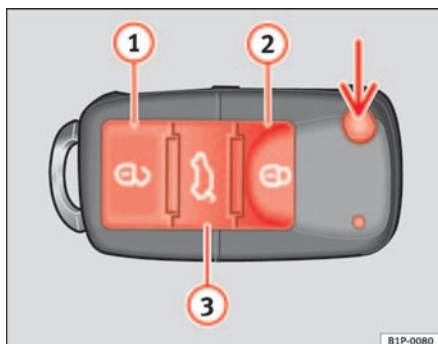

Abb. 63 Tastenbelegung
Mit der Taste \Rightarrow Abb. 63 (Pfeil) der Fernbedienung wird der Schlüsselbart ausgeklappt.
Fahrzeug entriegeln \Rightarrow Abb. 63 ①. Die Türen und die Heckklappe werden entriegelt.
Fahrzeug verriegeln \Rightarrow Abb. 63 ②.
Heckklappe entriegeln. Drücken Sie die Taste \Rightarrow Abb. 63 ③, bis alle Blinkleuchten am Fahrzeug kurz aufleuchten. Nach Drücken der Entriegelungstaste \Rightarrow Abb. 63 ③ können Sie die Heckklappe innerhalb von 2 Minuten öffnen. Nach Ablauf dieser Zeit wird die Heckklappe wieder verriegelt.
Zudem blinkt die Batterie-Kontrollleuchte des Schlüssels \Rightarrow Abb. 63 auf.
Bei einmaligem Drücken der Taste \Rightarrow Abb. 63 ① wird nur die Fahrertür geöffnet. Alle anderen Türen bleiben verriegelt.
- Verriegeln Sie das Fahrzeug mit dem Schlüssel mit Funk-Fernbedienung ⇒ Seite 101, Abb. 63 über das Schloss in der Fahrertür. ▶